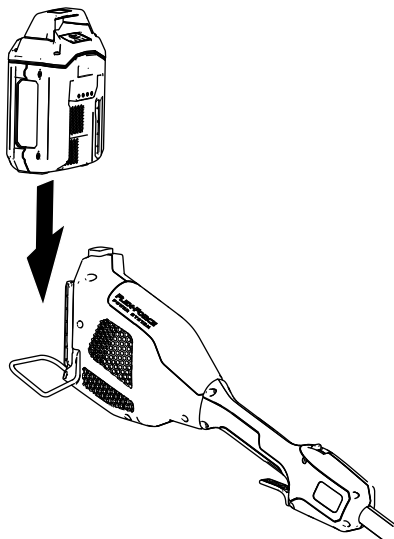

Figura 7
3. Alinee el hueco de la batería con la lengüeta del alojamiento de la empuñadura (Figura 7).